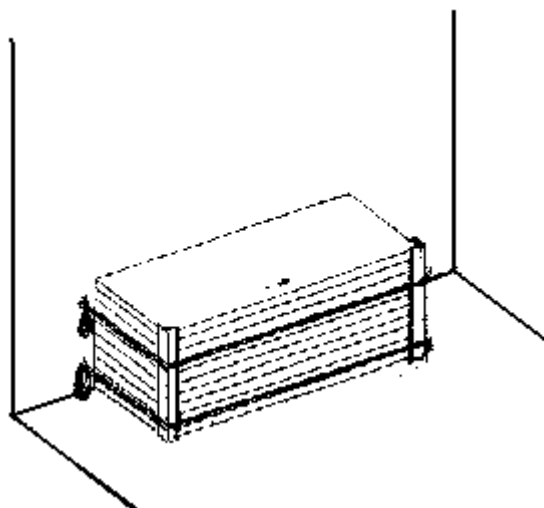

Figura 6 – Modo correto de armazenar – máximo 10 folhas
3.1 As portas devem ser transportadas na posição horizontal e travadas, não permitindo a sua movimentação. Armazenar no máximo 10 folhas, conforme a figura 6.